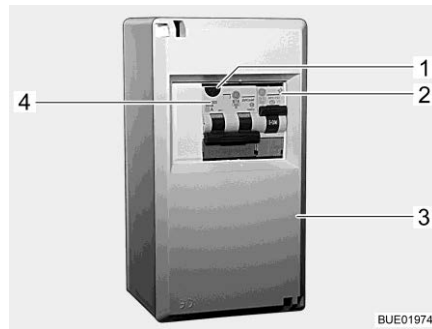
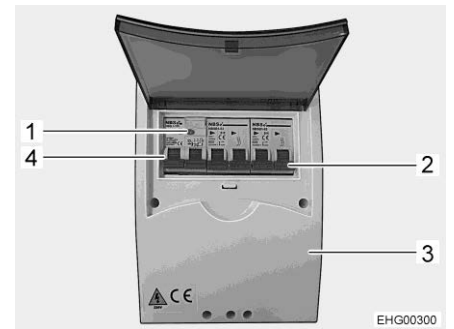

Fig. 191 Coffret de fusibles 230 V
Fig. 192 Coffret de fusibles 230 V (variante)
- Couper les disjoncteurs de protection de circuit (Fig. 191,2, Fig. 191,4 ou Fig. 192,2, Fig. 192,4) dans le coffret de fusibles (Fig. 191,3 ou Fig. 192,3).
- Quand le véhicule est raccordé sur l'alimentation 230 V, appuyer sur la touche de contrôle (Fig. 191,1 ou Fig. 192,1) du disjoncteur différentiel/disjoncteur de protection de circuit combiné (Fig. 191,4 ou Fig. 192,4) dans le coffret de fusibles (Fig. 191,3). Le disjoncteur différentiel doit se déclencher.